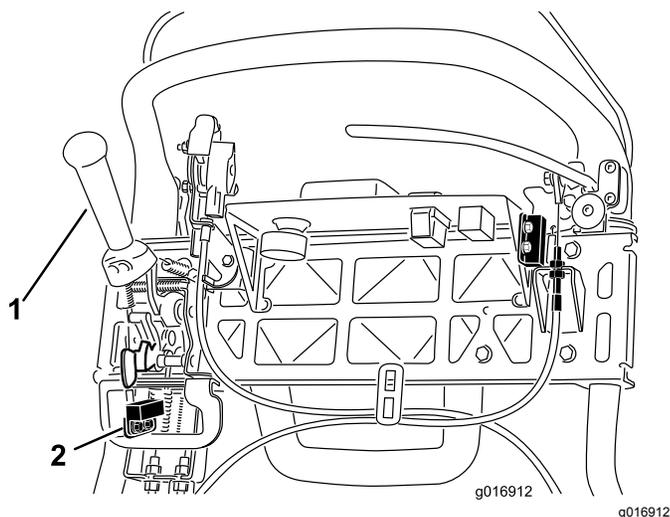

Figure 41
4. Desserrez les fixations du contacteur de sécurité (**Figure 41**).
5. Placez une cale de 1,6 mm d'épaisseur entre le levier de commande de déplacement et le contacteur de sécurité (**Figure 41**).